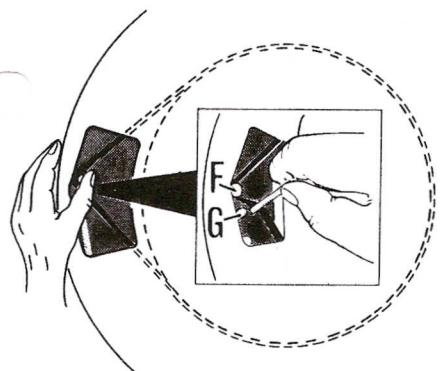

Fig.3. Montering av drivrem
1.3 Montering av platetallerken (fig. 3)
- Sett hastighetsvelgeren (8) til stilling 45.
- Legg tallerkenen på plass samtidig som drivremmen legges rundt motorakselen (F).
- Trekk drivremmen innover ved hjelp av en skrutrekker, fyristikk eller liknende, til den går klar av hastighetsvelgerarmen (G), se fig. 3. Hold drivremmen i denne posisjon mens hastighetsvelgeren settes til stilling 33.
1.3 Assembling the turntable (fig. 3)
- Put the speed selector (8) to 45.
- Lay the turntable in position, at the same time putting the drive belt round the motor axle (F).
- Pull the drive belt inwards with the aid of a screwdriver, matchstick or the like, until it is clear of the speed selector arm (G), see fig. 3. Hold the drive belt in this position while the speed selector is moved to the 33 position.